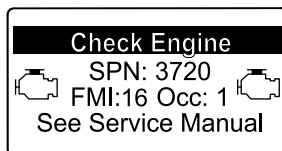

Figure 18
- Avertissement moteur SPN 3720, FMI 16 (Figure 18)